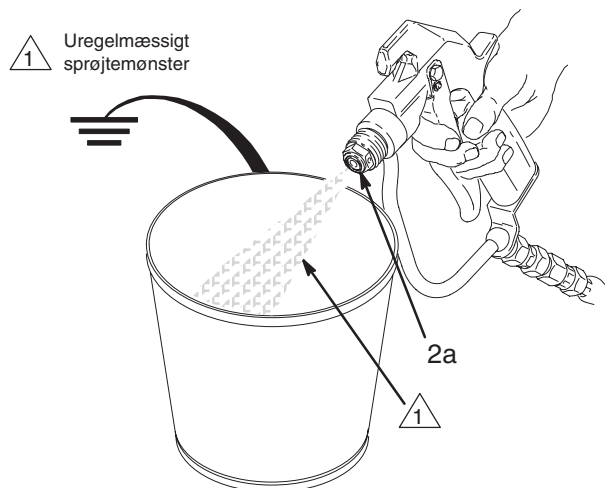

Fig. 5
4. Ret pistolen ned i en jordforbundet metalspand, mens den holdes sikkert fast mod spanden. Aktivér pistolen. Hvis den udstømmende væske **ikke** forstøves til en uregelmæssig stråle, udskiftes hele nålesættet øjeblikkeligt. Se Fig. 5.